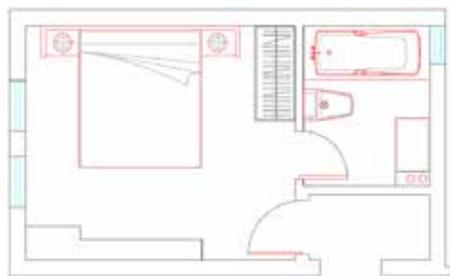

图 2-20
STEP 20 执行“直线”命令和“偏移”命令，绘制洗漱台面，如图 2-20 所示。